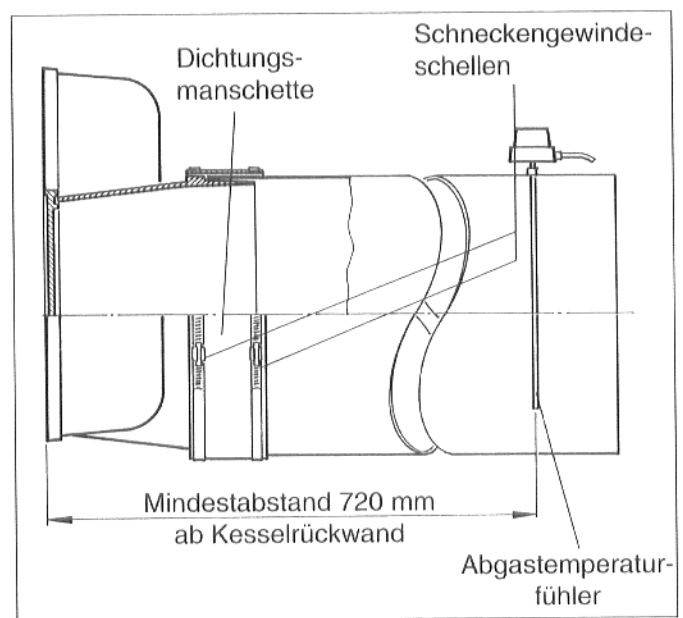

Abb. 34 Abgassammler Kessel G605
Wir empfehlen, eine Abgasrohr-Abdichtmanschette zu verwenden (Abb. 34)!
- **Zur Montage eines Abgastemperaturfühlers im Abgasrohr** ist eine Muffe bauseits einzuschweißen. Entfernung vom Abgassammler aus: min. 2x Abgasrohrdurchmesser. Der Fühler darf nicht mit dem Abgasrohr einisoliert werden. Er muß senkrecht eingebaut werden und mit seiner ganzen Länge in den Abgasstrom eintauchen (s. Abb. 34).